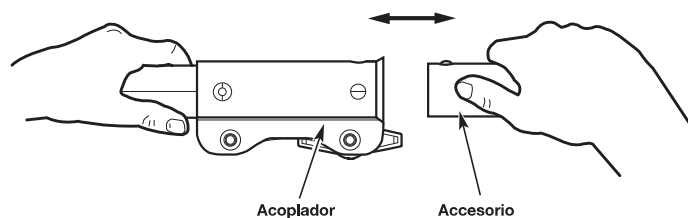

Fig. 5
5. Empuje el accesorio en el acoplador hasta que el botón de liberación se enganche firmemente en el primer orificio (Fig. 5).
4. Tire del accesorio hasta sacarlo del acoplador (Fig. 5).